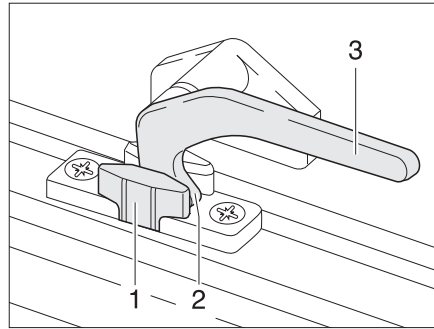

Fig. 73 Palanca de bloqueo en la posición de "ventilación continua"
- En la posición "ventilación continua" (Fig. 73)
- Girar la palanca de bloqueo (Fig. 73,3) un cuarto de vuelta hacia la mitad de la ventana.
- Girar la palanca de bloqueo un cuarto de vuelta hacia el marco de la ventana. El saliente de bloqueo (Fig. 73,2) se ha de introducir para ello en el rebaje del bloqueo de la ventana (Fig. 73,1).